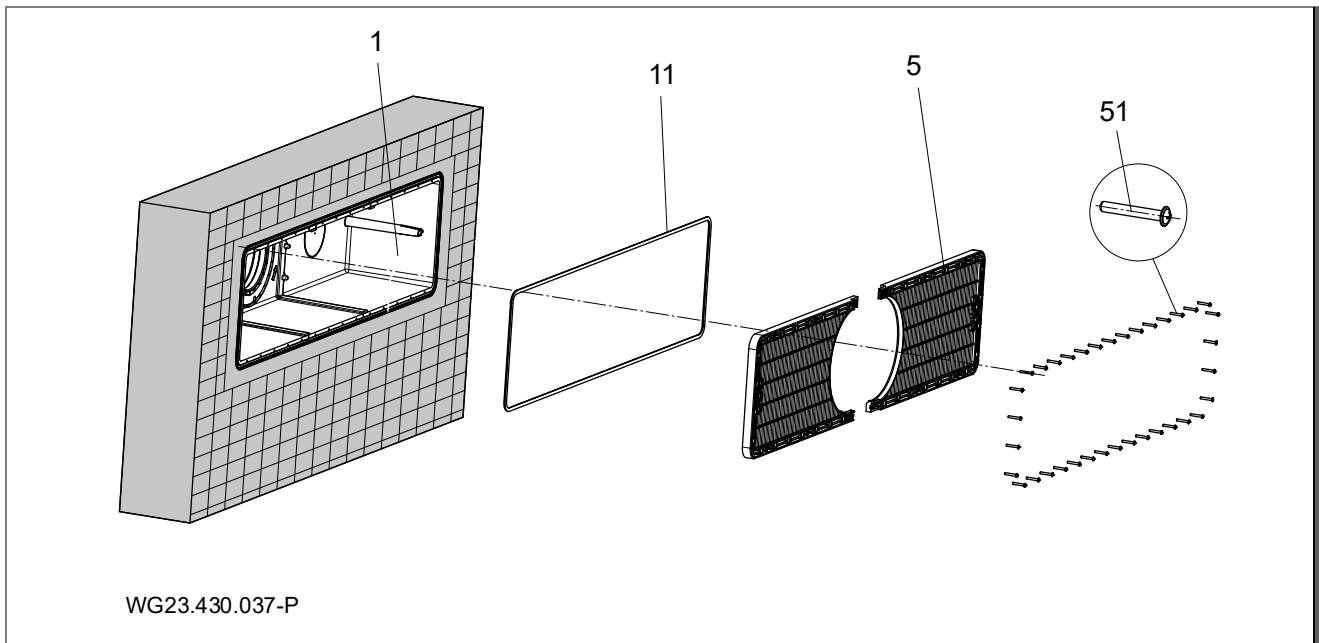

Abb. 8
Für die Abdichtung zur Betonwand wird empfohlen, einen umlaufenden Ring aus Epoxidharz/Quarzsand an der beckenseitigen Außenwand des Gehäuses (1) zu erstellen. Siehe "Abb. 8" auf Seite 17.